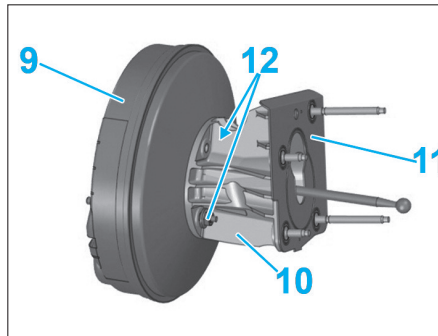
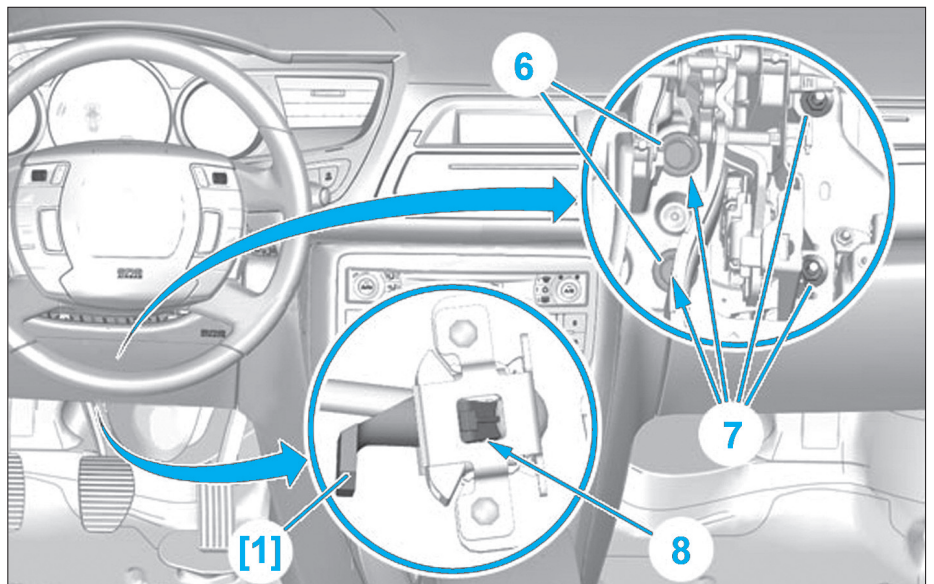
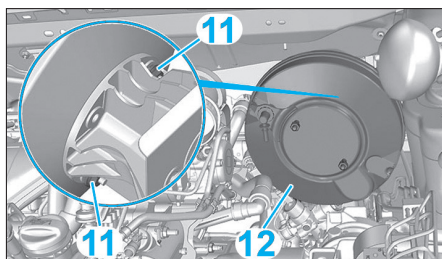

Fig. 41
Fig. 40
Fig. 45
- les obturateurs (6) (Fig.40),
- les écrous (7).
- Déverrouiller les languettes (8) à l'aide de l'outil [1].
- Déposer le servofrein (9) avec son support (10) (Fig.41).
- le joint (11),
- les écrous (12),
- le servofrein (9),
- le support (10).
- les écrous (11) (Fig.45),
- le servofrein (12).